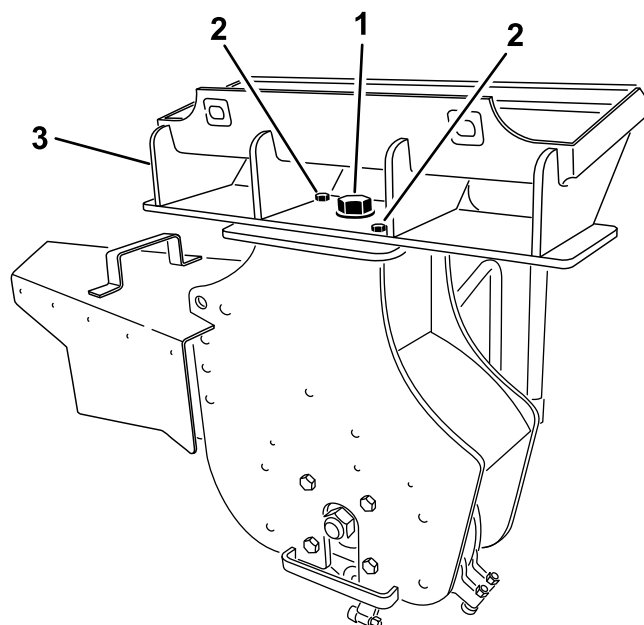

Рисунок 12
- Выверните большой болт (1 x 2-1/4 дюйма), шайбу, гайку (1 дюйм), 2 малых болта (1/2 x 1-1/2 дюйма) и 2 гайки (1/2 дюйма), которые крепят быстроразъемный узел к измельчителю пней (Рисунок 12). Снимите этот узел.
крепежные детали, как показано на Рисунок 12.